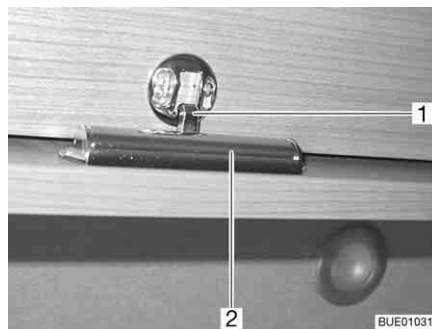

Fig. 51 Abattant de placard avec barre de déverrouillage
- Presser la barre de déverrouillage (Fig. 51,2) du côté intérieur de l'abattant du placard et la maintenir pressée.
- Rabattre l'abattant de placard jusqu'à ce que le dispositif de verrouillage (Fig. 51,1) s'enclenche de façon perceptible.